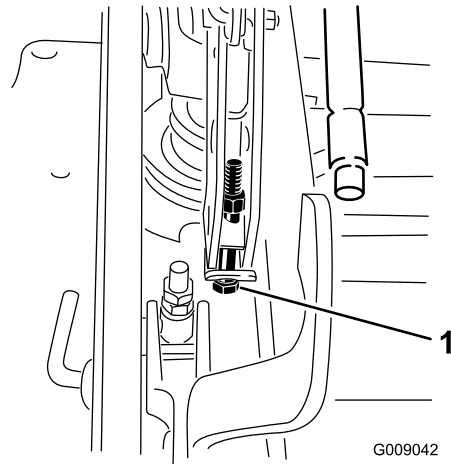

Bild 80
13. Wenn das Mähwerk zu niedrig ist, drehen Sie die zentrale Einstellschraube nach rechts, um sie anzuziehen. Wenn das Mähwerk zu hoch ist, drehen Sie die zentrale Einstellschraube nach links, um sie zu lösen (**Bild 80**).